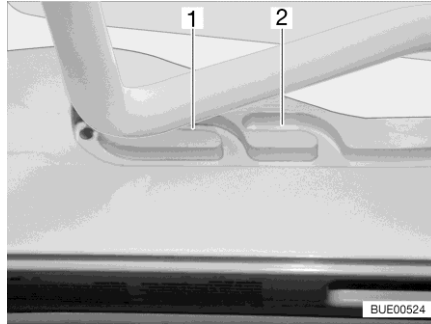
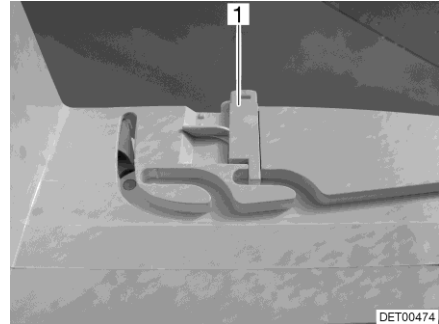

Fig. 109 Guía (posición de ventilación)
Fig. 110 Bloqueo (posición de ventilación)
La claraboya Heki se puede colocar en dos posiciones de ventilación: Posición de mal tiempo (Fig. 109,1) y posición mediana (Fig. 109,2). Según el modelo, la claraboya podrá ser bloqueada en la posición central con los dos pestillos (Fig. 110,1) a la izquierda y la derecha en el marco de la claraboya.
- Presionar el estribo ligeramente hacia arriba y empujarlo en la guía seleccionada (Fig. 109,1 ó 2) y, si fuera necesario, bloquearlo.